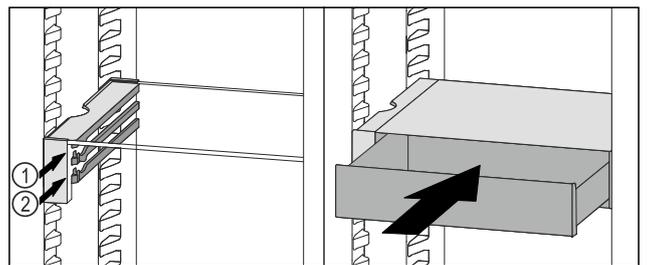

Fig. 116
- ▶ VarioSafe-Schubfach hinter den Stopperrn auf gewünschter Rippe Fig. 116 (1) oder Fig. 116 (2) aufsetzen.